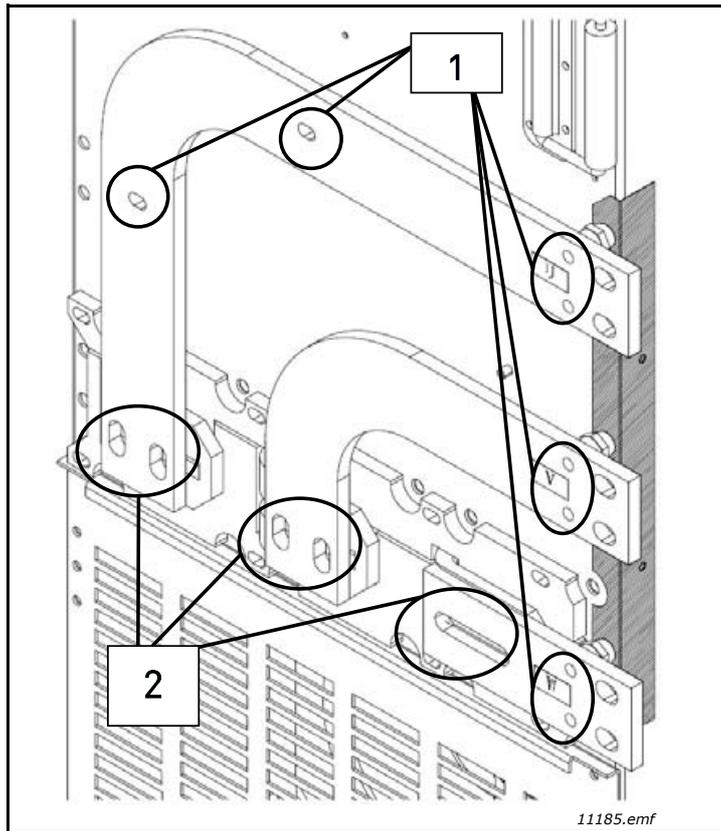

Рис. 26. Подключение на правой стороне
1. Откройте крепления, обозначенные на Рис. 26 цифрой 1.
2. Откройте крепления, обозначенные на Рис. 26 цифрой 2.